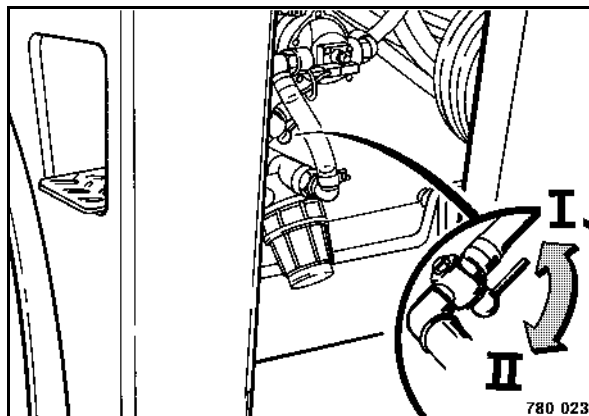

fig. 71
- Ouvrir la vanne de fermeture (fig. 71).